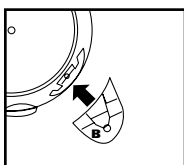

FIGURA 10
9. Tome la base de la ruedita marcada con la letra **B** y colóquela en la ranura en el lado derecho del depósito, también marcado con la letra **B**. **FIGURA 10.**